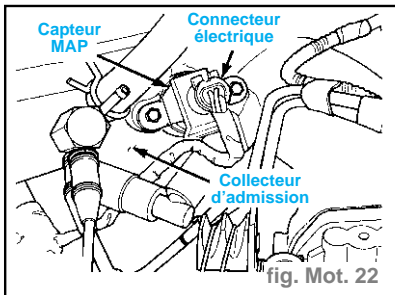

fig. Mot. 22
- Vérifier que le connecteur électrique du capteur de pression absolue au collecteur (MAP) est fixé au capteur et n'est pas endommagé. (fig. Mot. 22)